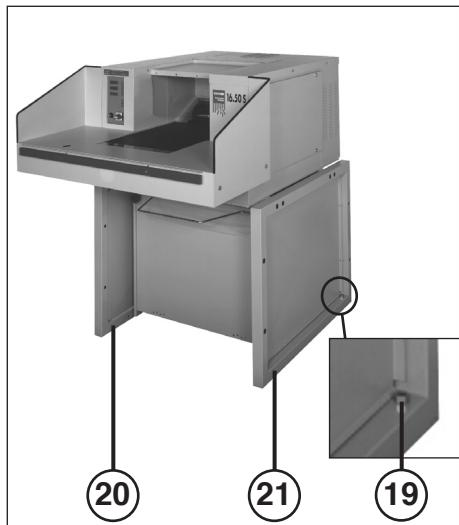

Fig. 2
- 19 = Parafuso de compensação (fig. 2)
1. Desmontar a chapa intermediária (22) dos dois quadros (20 + 21) com a ajuda da chave especial junta.
4. Colocar a chapa intermediária (22) por baixo da mesa entre os dois quadros, e fixá-la neste sítio por cada vez dois parafusos (M10x20) e arruelas elásticas nos dois quadros.
6. Compensar as irregularidades do solo com a ajuda dos parafusos de compensação (19) (fig. 2).